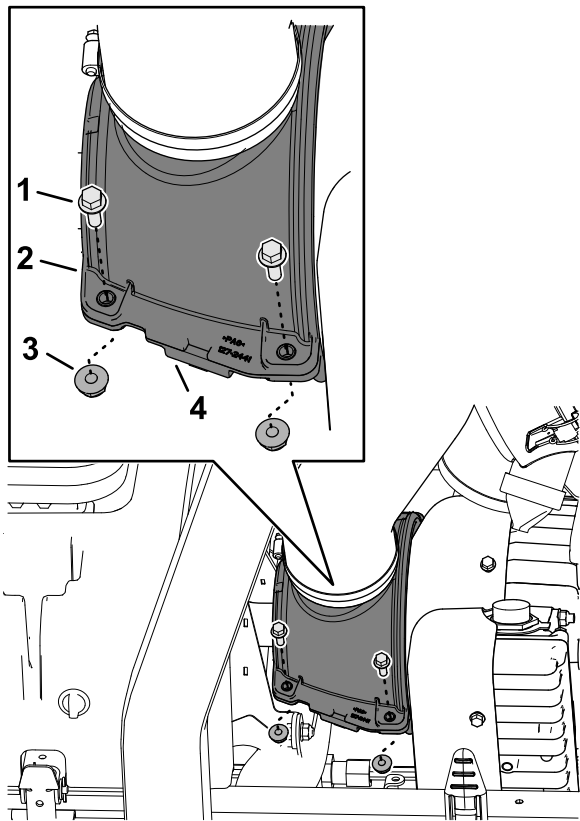

Figure 68
3. Fixez les deux demies coquilles et les goupilles de limite de compression à l'aide des 4 vis à embase et des 4 contre-écrous à embase (Figure 68).